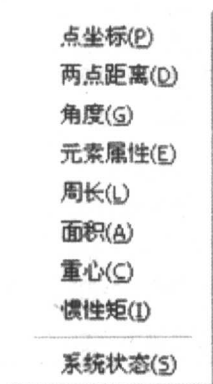

图 1-8 查询下拉菜单
(6) 查询 CAXA—XP 电子图板为用户提供了查询功能，它可以查询点坐标、两点间距、角度、元素属性、周长、面积、重心、惯性矩和系统状态等。图 1-8 所示为“查询”下拉菜单。